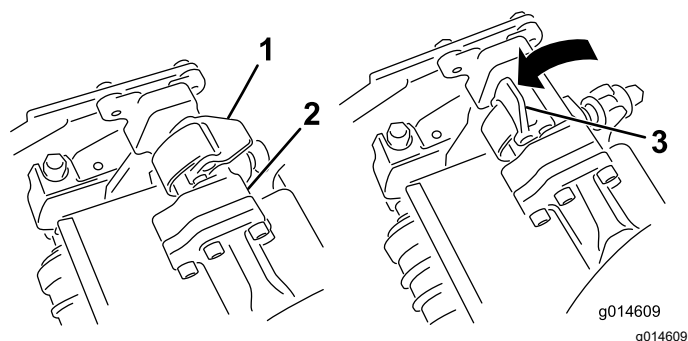
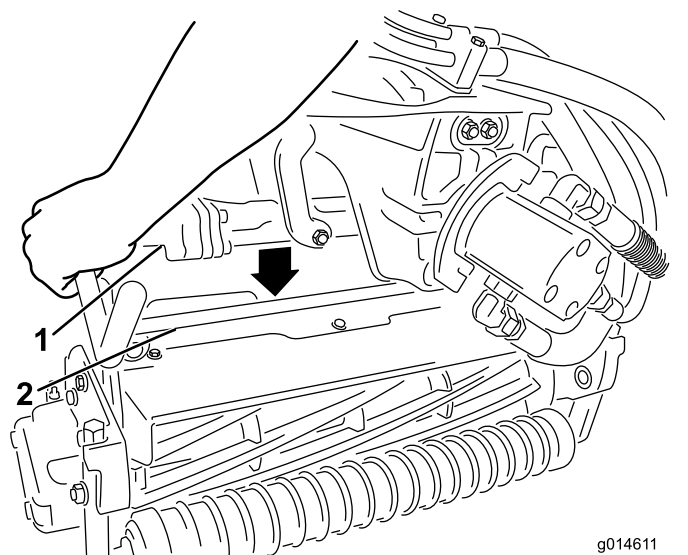

Figura 48
Figura 49
3. Con los enganches del brazo de suspensión orientados hacia arriba (es decir, abiertos (Figura 48), empuje hacia abajo el brazo de suspensión de modo que la barra encaje en la barra situada en la parte superior de la unidad de corte (Figura 49).
4. Presione los enganches hacia abajo alrededor de la barra de la unidad de corte y bloquéelas (Figura 48).
- Abra los enganches de la barra del brazo de suspensión de la unidad de corte que está retirando (Figura 48).